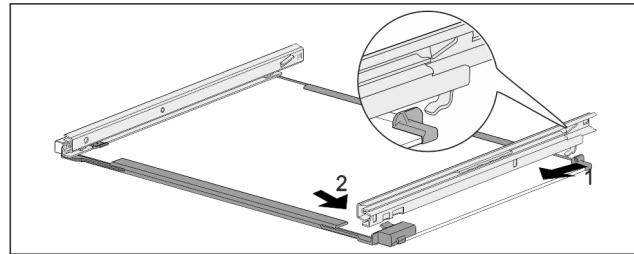

Fig. 165 Sklenená doska s koľajničkami
- Zaháknite koľajničku vzadu. Fig. 165 (1)
- Zaklapnite koľajničku vpred. Fig. 165 (2)